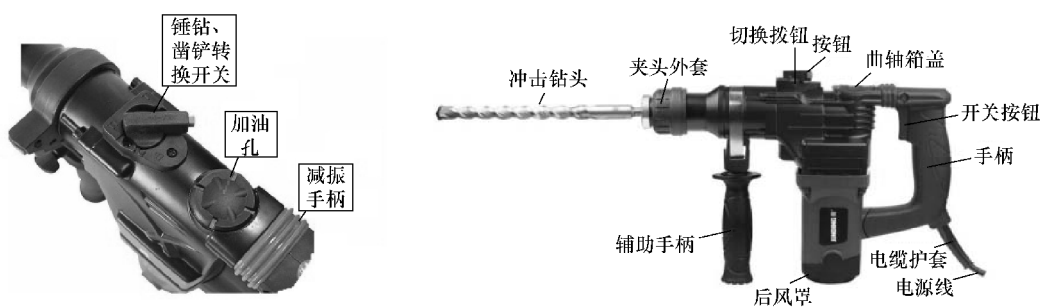

图 5-4 双用重型电锤
3) 根据功能特点，电锤可以分为单功能电锤、双功能电锤、多功能电锤、电锤电镐两用电锤等。其中双用重型电锤可以锤，也可以钻，如图 5-4 所示。